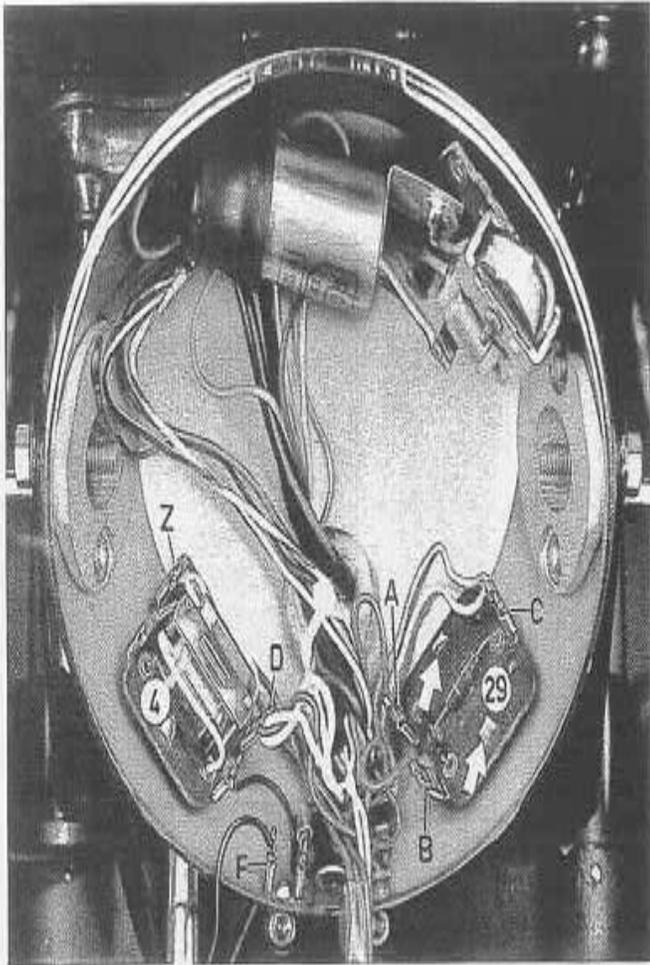
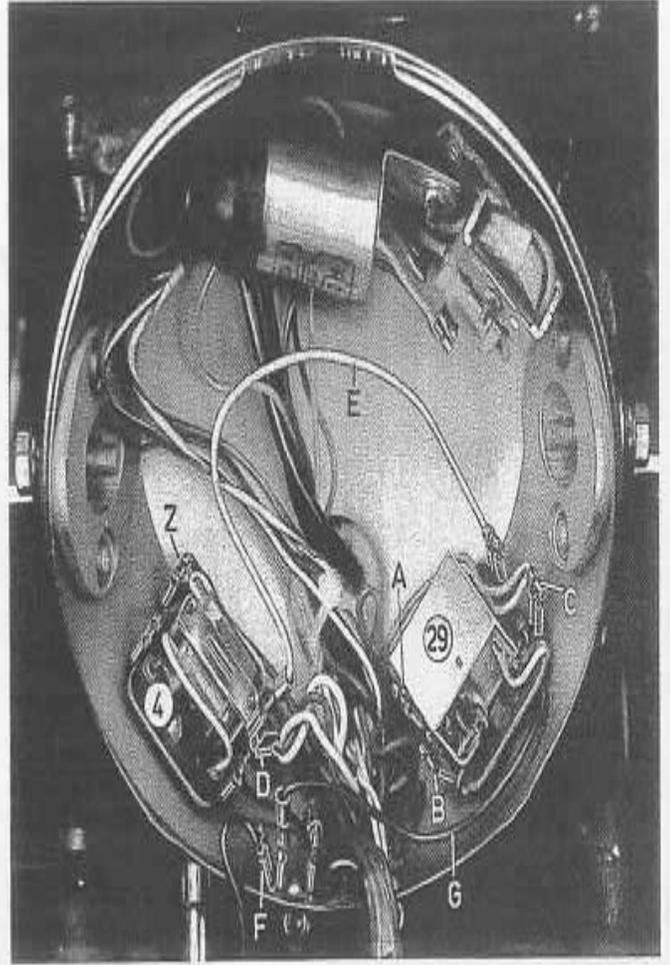

Fig. 117
Fig. 118
- distaccare il dispositivo 29, i 2 faston A e B dei due fili Verdi ed il Faston C dei due fili Viola ed Azzurro collegati assieme (vedi schemi elettrici e fig. 117).
- raddrizzare con le pinze le due lamelle di fissaggio indicate con le frecce e smontare il dispositivo 29 che non verrà più utilizzato (vedi fig. 117).
- montare il nuovo relais ns./cod. 0960.38.223 al posto del dispositivo 29, fissarlo ripiegando le due lamelle sopra citate (vedi fig. 118).
- distaccare dal relais 4 (vedi fig. 117) il faston con i tre fili (Bianco, Giallo e Marrone, collegati assieme) e collegare a questo punto D il filo bianco E che viene dal nuovo relais 29 (vedi fig. 118).
ATTENZIONE! Nelle moto in cui i 3 fili (Bianco, Giallo e Marrone) sono collegati al punto Z anziché al punto D (vedi fig. 118) agire esattamente come descritto al paragrafo f, collegando al punto Z il filo bianco ed i relativi tre fili precedentemente distaccati.
- from transducers 29, disconnect the two lucars A and B of the two Green wires and the lucar C of the two Violet and Blue wires connected altogether (see the electric schemes and fig. 117).
- straighten with pliers the two fixing strips shown by the arrows and remove transducers 29, to be no more utilised (see fig. 117).
- fit the new relay code no. 0960.38.223 in place of transducer 29, fix it bending the two above strips (see fig. 118).
- disconnect from relay 4 (see fig. 117) the lucar with the wires (White, Yellow and Brown connected altogether) and connect to this position D the White wire E coming from new relay 29 (see fig. no. 118). The detached lucar must be connected to the same terminal by means of the double lucar connected to the White wire E.
BEWARE! In the motorcycles where the three wires (White, Yellow and Brown) are connected to the position Z rather than position D (see fig. 118) act exactly as described at paragraph f, connecting at position Z the White wire and the three wires previously detached.
- g) collegare il faston con due fili Viola ed Azzurro al morsetto C del nuovo relais 29 (vedi fig. 118).
- h) staccare dalla massa del faro il faston col filo Nero F (vedi fig. 117) e collegare il filo Nero G del nuovo relais. Al doppio faston di questo filo Nero G (vedi fig. 118) dovrà essere collegato il filo Nero F distaccato in precedenza.
- g) connect the lucar with the two Violet and Blue wires to the terminal C of the new relay 29 (see fig. 118).
- h) disconnect the lucar with Black wire F (see fig. 117) from the headlight mass and connect the Black wire G of the new relay. The double lucar of this Black wire G (see fig. 118) must be connected to the Black wire F previously detached.